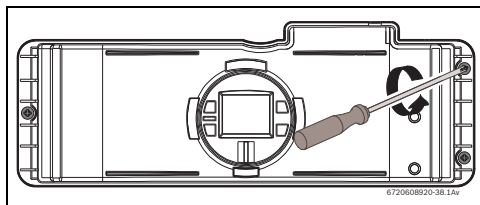
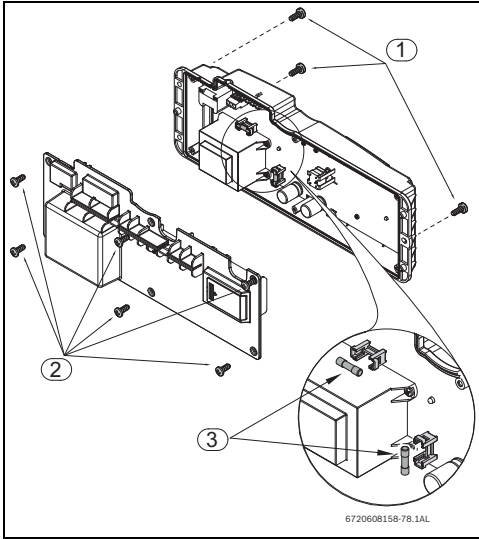

Fig. 44
Fig. 45 Ubicación de los fusibles
- ▶ Aflojar tres tornillos en la parte delantera de la caja electrónica (Fig. 44 y Fig. 45 , pos.1).
- Sacar la caja electrónica para acceder a los seis tornillos situados en la parte posterior y retirarlos (Fig. 45 , pos. 2).
- Después de verificar los fusibles (Fig. 45 , pos.3) proceder al montaje de todas las piezas en el orden inverso.